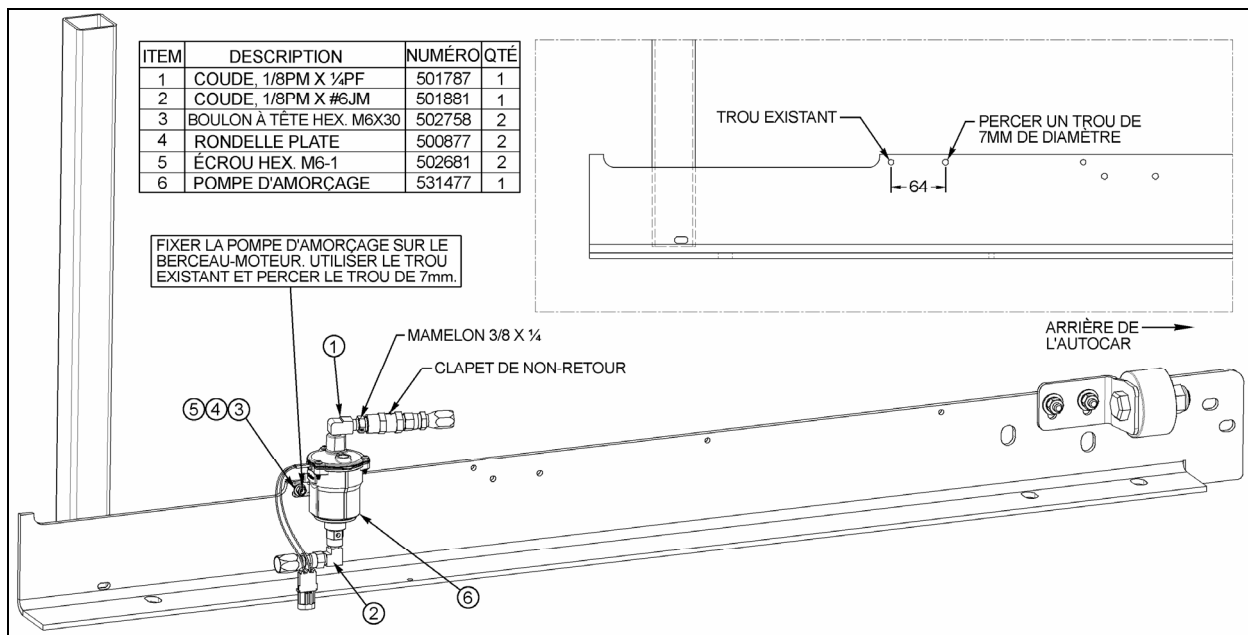

FIGURE 3 : INSTALLATION DE LA NOUVELLE POMPE SUR LE BERCEAU-MOTEUR
- Tout d'abord, percer un trou de 7mm de diamètre dans le berceau-moteur à 64mm du trou existant (Voir la figure 3).
3. Fixer la nouvelle pompe d'amorçage électrique (531477) sur le berceau-moteur à l'aide des deux boulons (502758), rondelles (500877) et des écrous (502681) (Voir la figure 3).